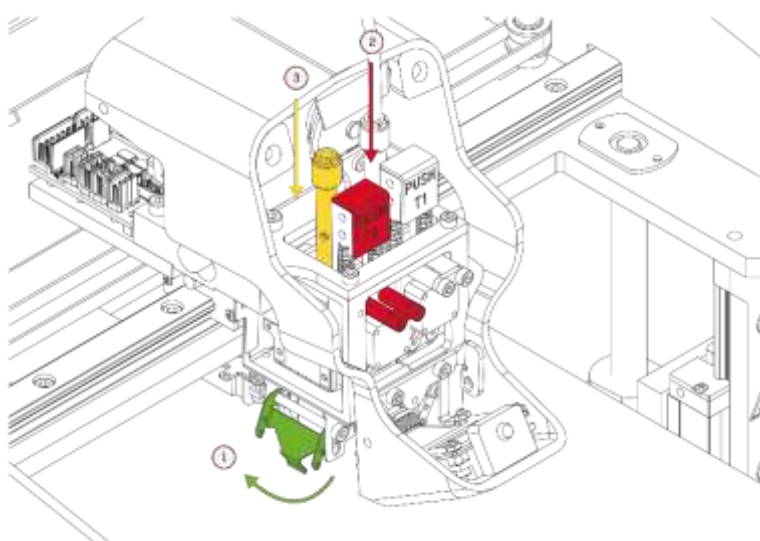

Рис. 53 Вытягивание термоголовки
5. Одной рукой осторожно согнуть заглушку влево (в случае термоголовки T0) или вправо (в случае термоголовки T1) – рис. 53, зеленая маркировка. Одновременно необходимо нажать и удерживать кнопку PUSH (рис. 53, красный цвет) и выталкивать термоголовку вверх, удерживая ее снизу рукой (рис. 53, желтый цвет). **Следует убедиться, что термоголовка не выпала под собственным весом на керамический нагревательный стол.**